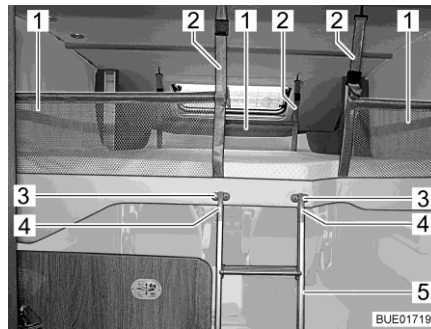

Bild 97 Höjbar säng med uppspant skyddsnet
Skyddsnetet (Bild 97,2) med säkerhetsremmar ligger i den höjbara sängen under madrassen. Skyddsneten ska först monteras när personerna som ska sova där befinner sig på den höjbara sängen.
- Haka fast säkerhetsremmarna (Bild 97,1) i krokarna i taket.
- Häng båda byglar (Bild 97,4) av steget (Bild 97,5) i fästen (Bild 97,3).
- Haka loss steget (Bild 97,5) från fästen (Bild 97,3).